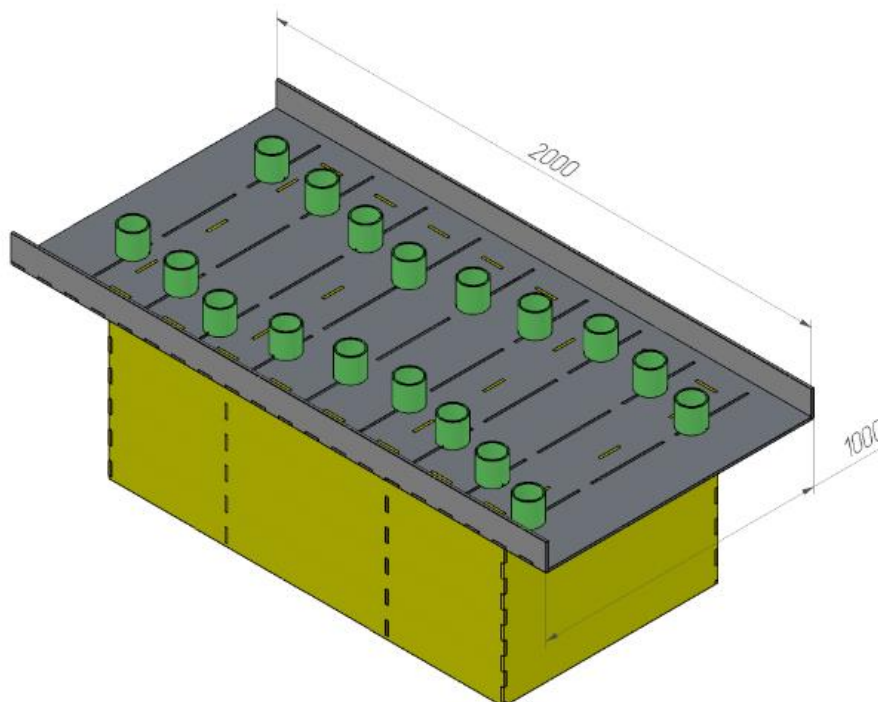

Рисунок 1.13 – Лабиринт с изменяемой геометрией (габаритные размеры)
5.2.5. Лабиринт с изменяемой геометрией (рисунок 1.13 и 1.14) – предназначен для отработки движений мобильных роботов в ограниченном пространстве, а также для проверки маневренных характеристик робота.